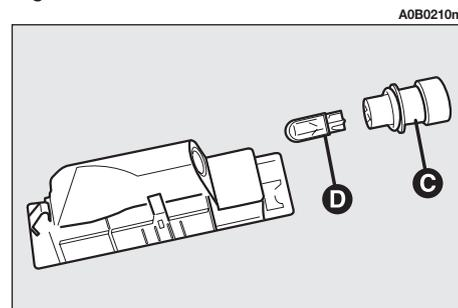

fig. 47
– Estrarre il portalampada (**C-fig. 47**) facendolo ruotare leggermente e sostituire la lampada (**D-fig. 47**) inserita a pressione.
– Rimontare il portalampada (**C-fig. 47**) ruotandolo leggermente.